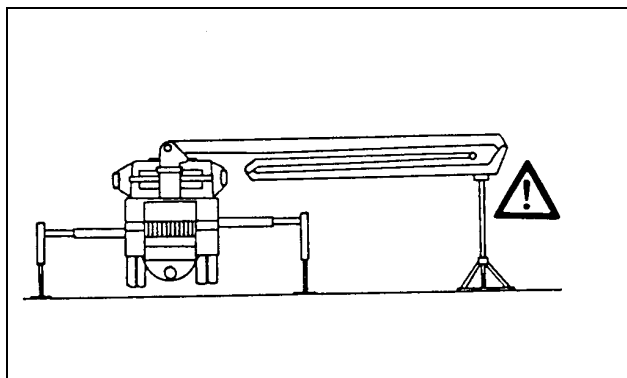

Fig. 1
- ⇒ Asegurar la pluma de distribución por soportes adecuados (Fig. 1) si se ha de trabajar en la pluma o bien en la hidráulica de la pluma.